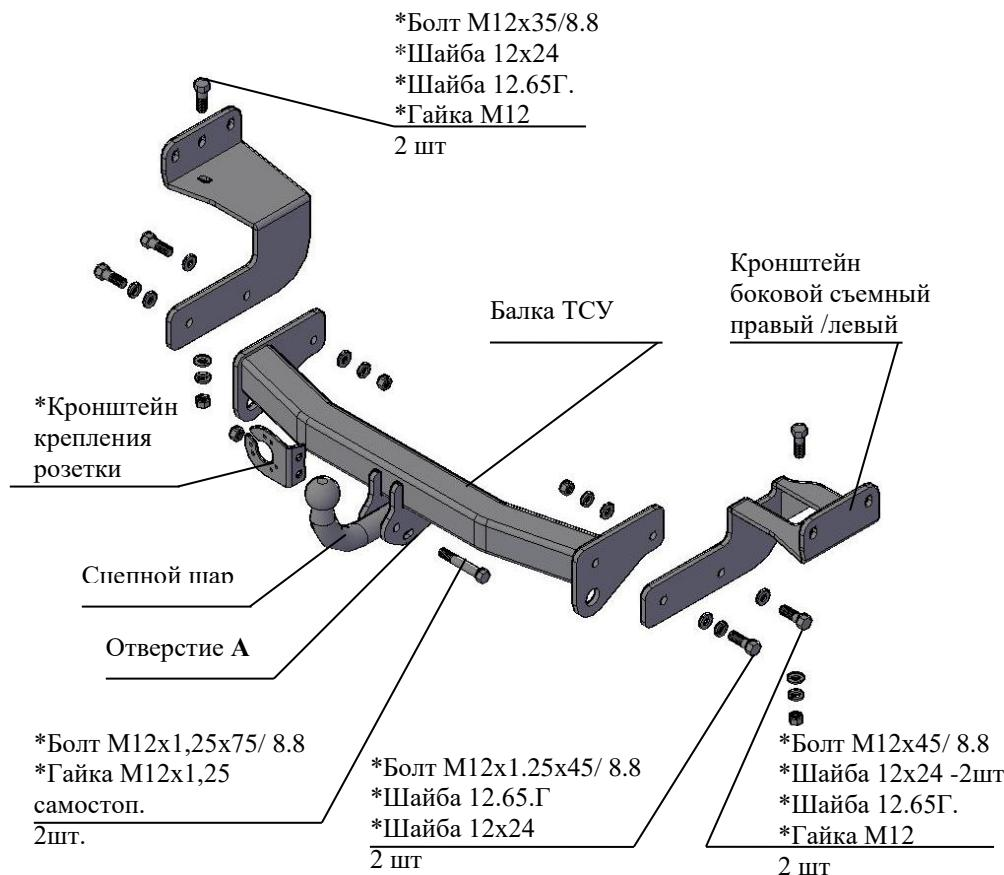

Рис.1 Тягово-сцепное устройство 7151
2.1 ТСУ 7151 в сборе (рис.1)	1 шт.
2.2 Пакет с комплектующими (см. рис.1)	1 шт.
4.2 Закрепить съемные боковые кронштейны ТСУ (правый и левый соответственно рисунку 1) к наружным полкам лонжеронов а/м болтами и гайками штатного крепежа, подложив под гайки шайбы штатные гроверные и **шайбы 12x37** (на рис.1 условно не показаны), к нижним полкам лонжеронов - болтами M12x35 и гайками M12, подложив под гайки шайбы M12.65Г и шайбы 12x24 . Крепеж не затягивать.